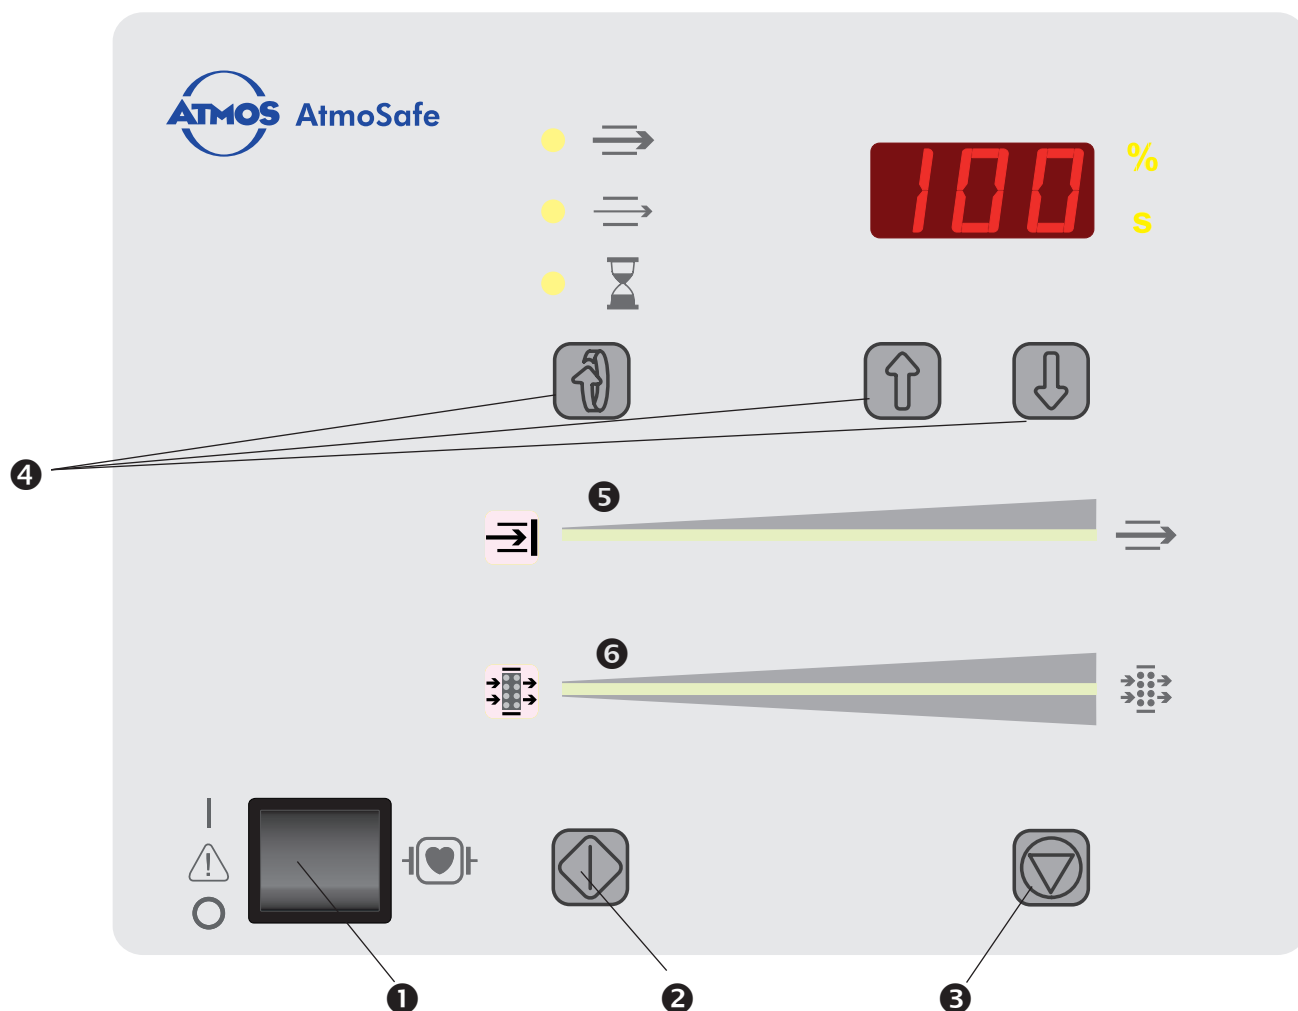

Fig. 2. **ATMOSAFE** indicazione degli elementi operativi
- Accendere l'**ATMOSAFE** tramite l'interruttore (❶, Fig. 2).
Questo capitolo spiega come cambiare alcune impostazioni. Si può accedere a questa sezione premendo il tasto di selezione (4, Fig.2) e quindi accendendo l'unità (1, Fig. 2). Sul display apparirà.